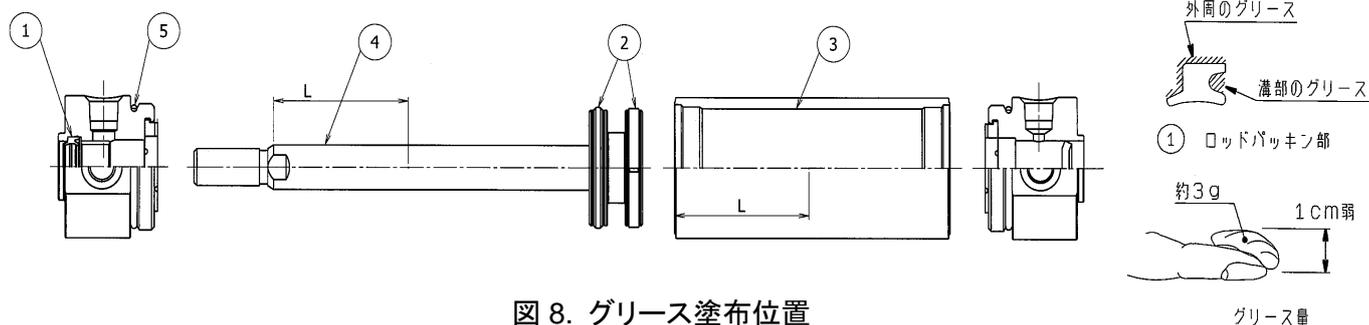

図 8. グリース塗布位置
シリンダの各部品には図 8 の各部分にグリースを塗布しますが、100 ストロークのシリンダ 1 本に付表 7 の量が必要です。目安としては人差指ですくった程度が約 3(g)です。
1) ロッドパッキン(図 8, ①)
2) ピストンパッキン (図 8, ②)
3) チューブガスケット (図 8, ④)